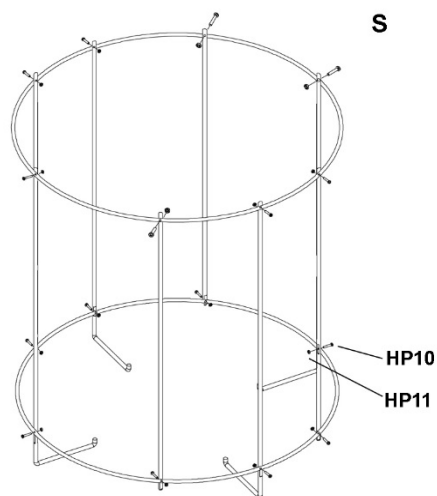

Abbildung 13
- Die kurzen und die langen Rahmenstützstreben wie in Abb. 13 gezeigt abwechselnd in die Bügel einschrauben. Mit den je sechzehn Flachkopfschrauben und Sechskantmuttern (HP10, HP11) sichern. (Hinweis: Die Wölbungen an den langen Stützstreben müssen wie in der Abbildung gezeigt nach innen weisen.)